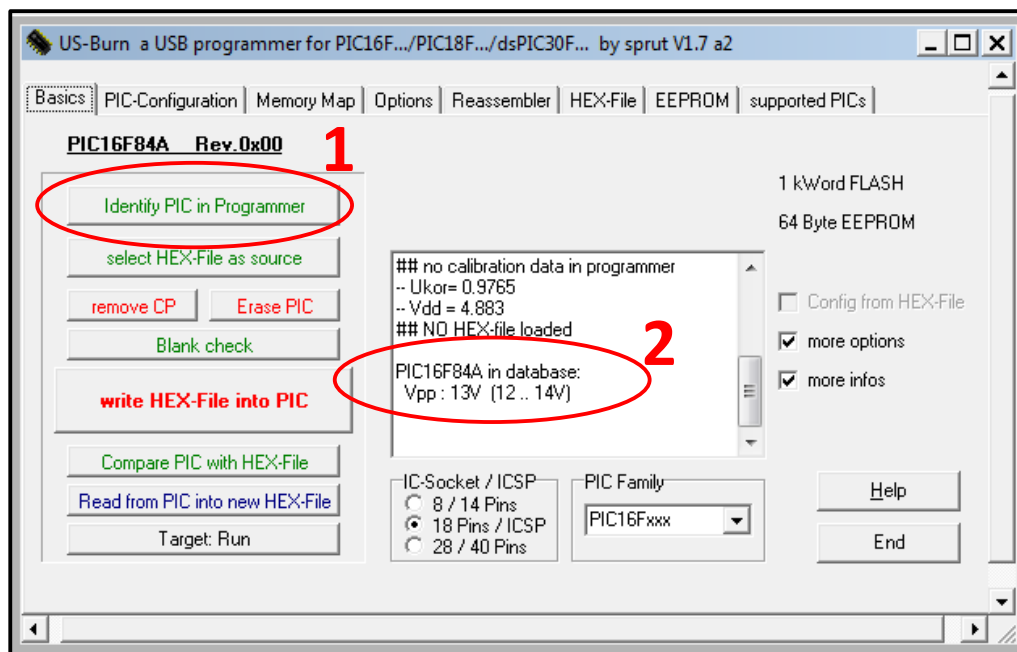

Figura 26. El PIC-600 identifica el PIC16F84A.
10. Procede a conectar el programador PIC-600 a uno de los puertos USB de la PC, *figura 26*.